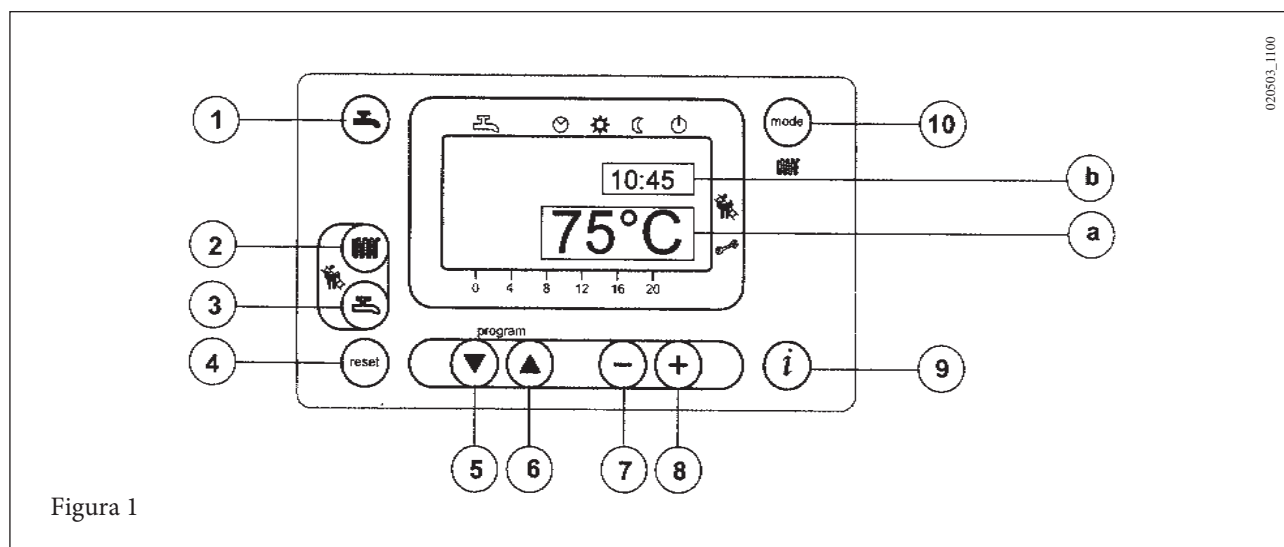
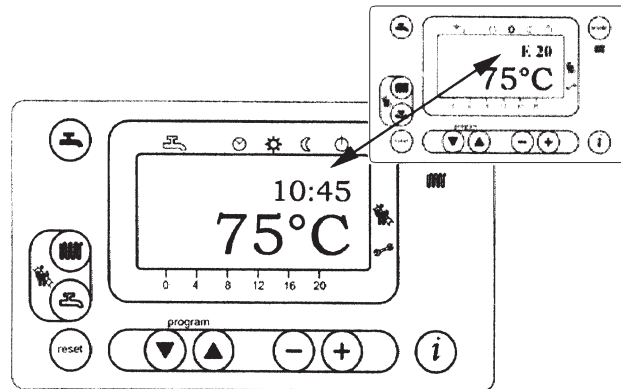

Figura 1
Figura 4.1
- Apăsați tasta  $\text{mode}$  (2- figura 1) pentru a seta temperatura de încălzire a apei;
- apăsați una din tastele  $\text{mode}$  (1 sau 10 - figura 1) pentru a memora și pentru a revenire la meniul principal.
N.b - Cu sonda externă racordată, cu ajutorul tastei  $-$   $+$  (2 - figura 1) este
- Apăsați tasta  $\text{mode}$  (3- figura 1) pentru a seta temperatura maximă a apei menajere;
- apăsați una din cele două taste  $\text{mode}$  (1 sau 10 - figura 1) pentru a memora și pentru a reveni la meniul principal.
Pe afișajul principal (figura 1 a) apar indicatoarele de anomalie împreună cu simbolul  (figura 4).
Pe afișajul secundar (figura 1 b) apar alternativ indicatoarele de anomalie și oră care clipește intermitent (figura 4.1). Nu este posibilă resetarea indicatoarelor de anomalie care apar pe afișajul secundar, întrucât trebuie mai întâi îndepărtată cauza care a declanșat intrarea în funcțiune a indicatoarelor.